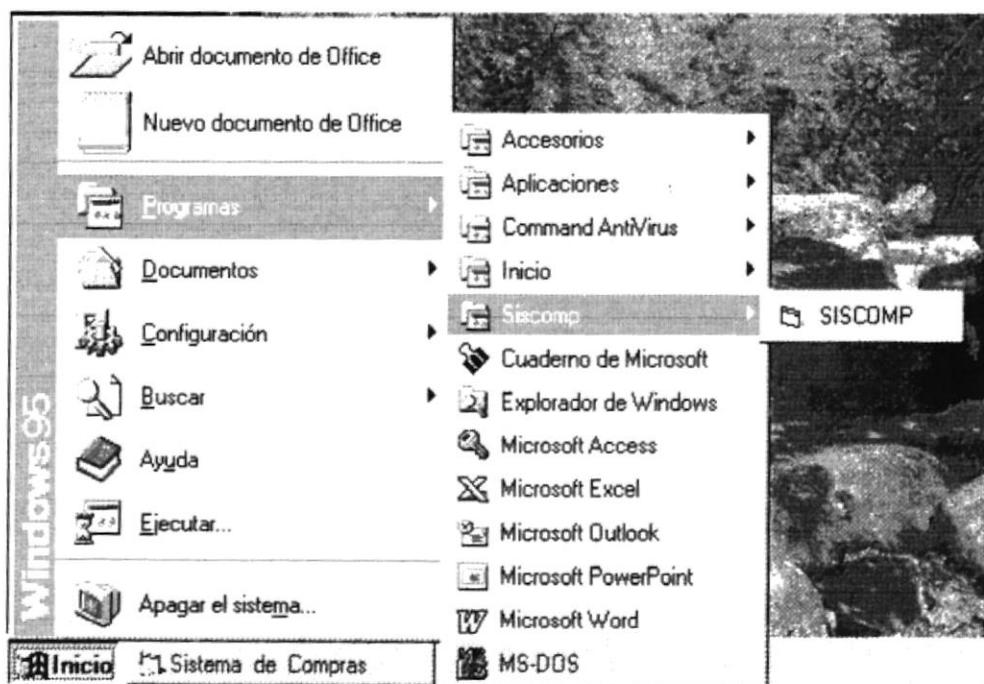

Fig. 4-9. Grupo de Programas.
11. La instalación continua, mostrándonos una ventana, en la cual se debe especificar la ruta en la cual se desea instalar el sistema (*Ver Fig. 4-9*), o aceptar la ruta que por omisión se muestra en la pantalla (se recomienda no cambiar la ruta especificada).